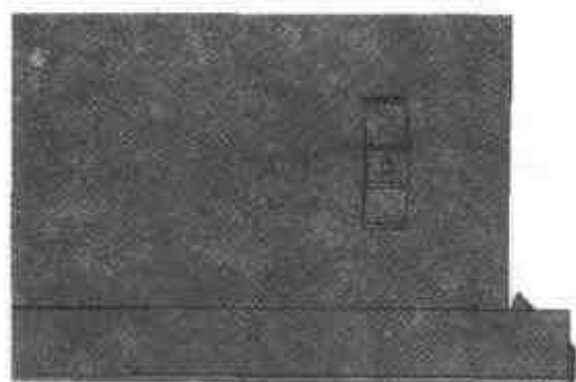

图 4.42 在散热孔上生成图素
- (4) 从右侧【钣金】设计元素库中向散热孔的上表面正中心拖入一个【圆孔】图素，结果如图 4.42 所示。